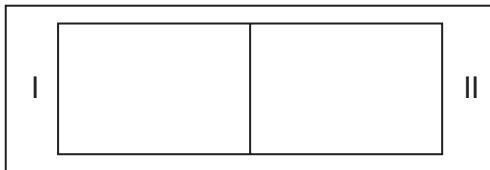

Рис.2 – Клавишный переключатель
5.1 Завеса управляется при помощи клавишного переключателя, расположенного на лицевой панели завесы.(рис.2)